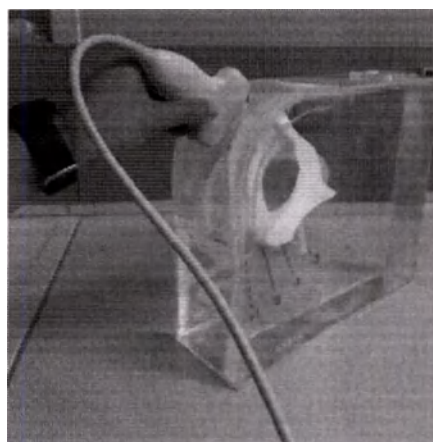

Рисунок 52. Установка датчика.
2.6. Установить датчик вдоль мембраны симулятора ProgSim (рис. 52):